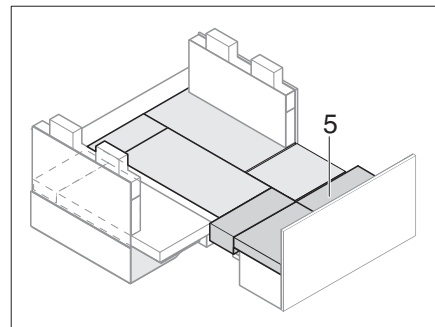

Bild 200 Efter förstoringen
- Lägg in extradynor (Bild 200,5).